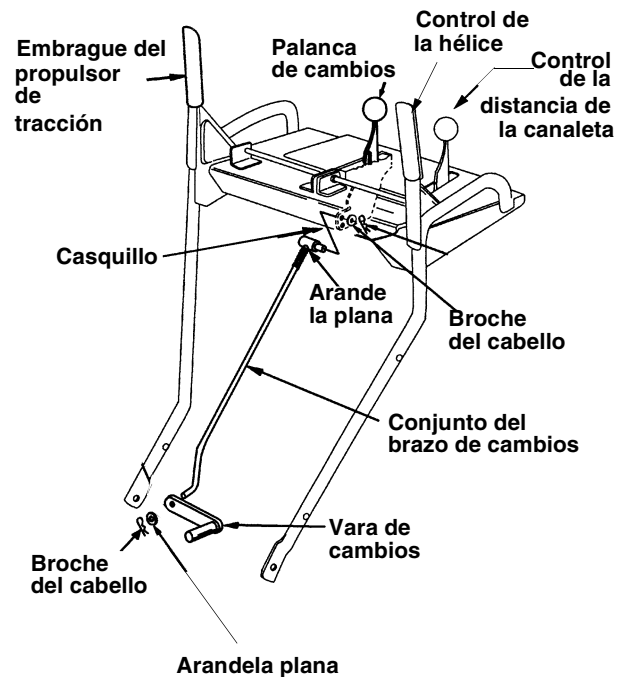

Figura 11
- Coloque el extremo doblado de la vara de cambio dentro del orificio en el conjunto del brazo de cambios. Vea la figura 11. Asegure con la arandela plana de 5/16 y el broche de cabello del conjunto de ferretería (grupo D).
- Asegure el casquillo a la palanca de cambios con otra arandela plana de 5/16 y broche del cabello del grupo D del conjunto de ferretería. Vea la Figura 11.